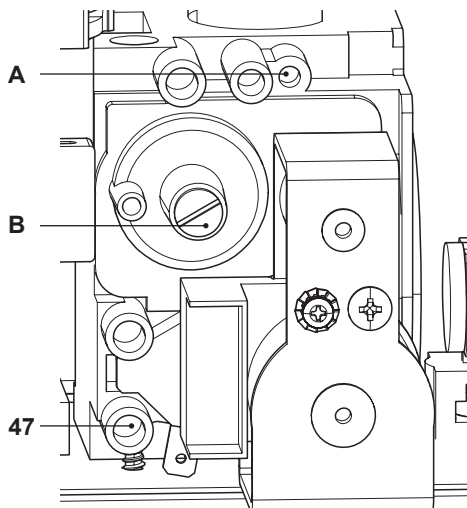

Figura 7.5
- A caldaia spenta (fuori servizio), controllare la pressione di alimentazione utilizzando la presa 47 in Figura 7.5 e confrontare il valore letto con quelli riportati nella tabella Pressioni di alimentazione gas nella sezione "Dati tecnici" pag. 28.
- Richiudere bene la presa di pressione 47 in Figura 7.5.
- Per tarare il **CO2** della caldaia (pressione del gas al bruciatore) svitare completamente il tappo in ottone di protezione B e agire sulla vite a brugola  $\varnothing$  4 mm sottostante Figura 7.5, girando in senso orario il **CO2** aumenta.
- Se i due dati non coincidono agire sulle vite regolazione massimo RQ (A in Figura 7.5) della valvola gas e tarare il  $\text{CO}_2$  allo stesso valore riportato nella sezione "Dati tecnici" in tabella "Dati in sanitario" pag. 28 (modello **M261.2025SM**) e pag. 31 (modello **M261.3035SM**). Girando in senso orario il  $\text{CO}_2$  diminuisce.